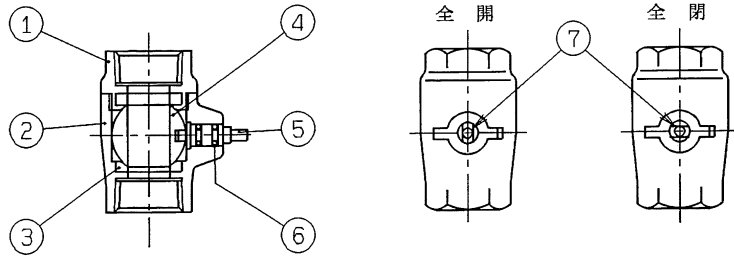

図7 開閉弁
2. 3 各開閉弁(F)・(G)・(H) [図7] は工場出荷時、全開になっています。